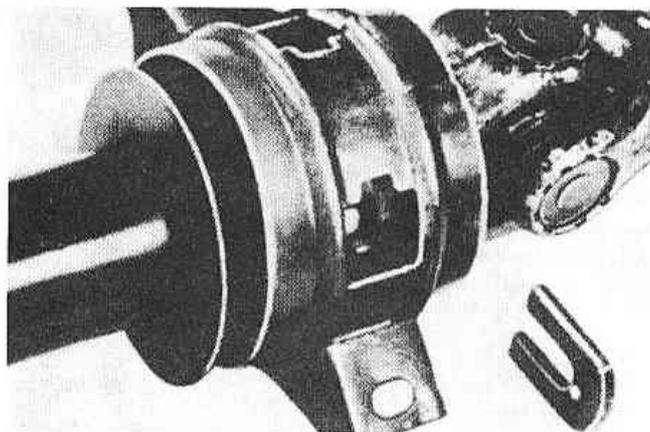

Рис.7.8. Установка на место U-образного фиксатора. Обратите внимание на положение втулки (Разд.3)
13. Установите U-образный фиксатор во втулку, ближайшую к шлицам (Рис.7.8).